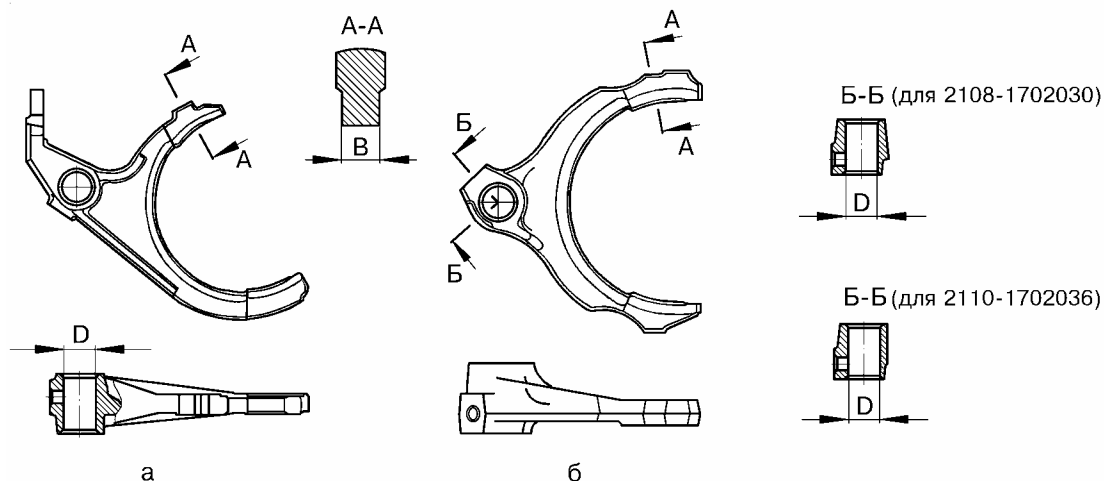

Рис.16. Вилка переключения передач: а - 2108-1702024; б - 2108-1702030, 2110-1702036.
4.2.16 Вилка 2108-1702024, 2108-1702030, 2110-1702036 переключения передач, рис.16.